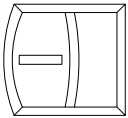

Abb.2 Einsetzen des 1. Kämpfers
- Den Kreuzverbinder (7) auf den befrästen Kämpfer (1) aufsetzen und mit 4 Senkschrauben  $\varnothing$  4,2 x 35 mm (8) in den Schraubkanälen des Kämpfers befestigen.
- Den vorbereiteten Kämpfer (1) einsetzen (siehe Abb.2) im Pfosten (2) positionieren und mit 4 Senkschrauben  $\varnothing$  3,9 x 19 mm (9) durch die seitlichen Laschen des Verbinders in den Verstärkungsstahl des durchlaufenden Pfostens (2) verschrauben.